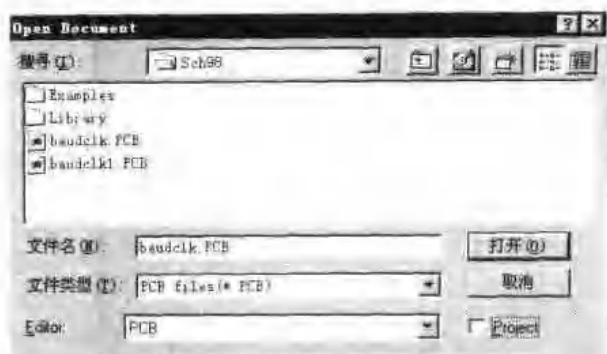

图 1.5 打开文件对话框
• 通过打开现有文件来开启编辑器。点击主工具栏中如图 1.4 所示的打开文件按钮或者点击菜单 File\Open... 命令，即可打开如图 1.5 所示的打开文件对话框。